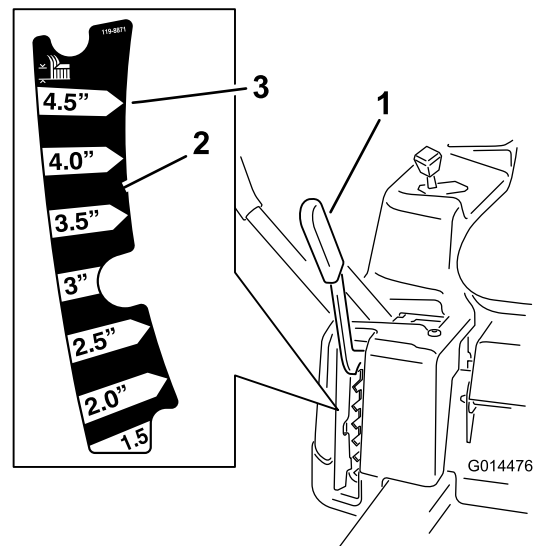

Figura 9
3. Alzate la leva dell'altezza di taglio in posizione di trasferimento, posizione dell'altezza di taglio **4,5** (anche 4-1/2 poll. [115 mm]) (Figura 9).